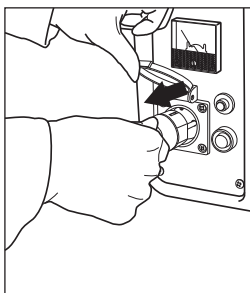

рис. 11
1. Отключите потребители электроэнергии от розеток, расположенных на панели генератора (рис. 11).